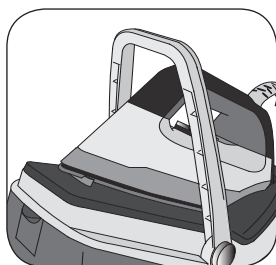
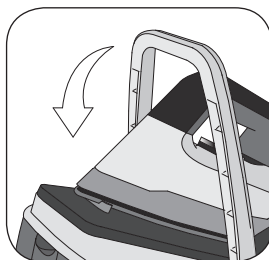
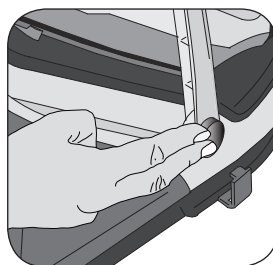

Fig. 2
Fig. 3
Fig. 4
Posizionare l'apparecchio su una superficie orizzontale e stabile. Utilizzare la maniglia (F) per spostare l'apparecchio (Fig. 2). Dopo aver trasportato l'apparecchio, riporre la maniglia nella sua sede (Fig. 3). Per sbloccare e sollevare la maniglia premere il pulsante (B) (Fig. 4).